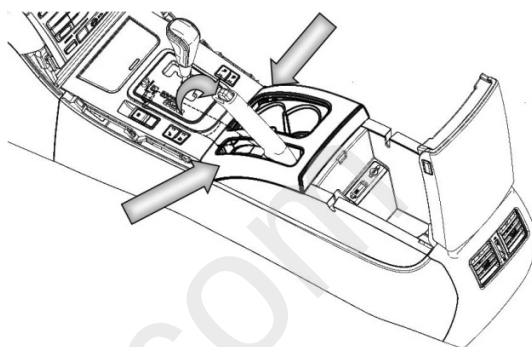
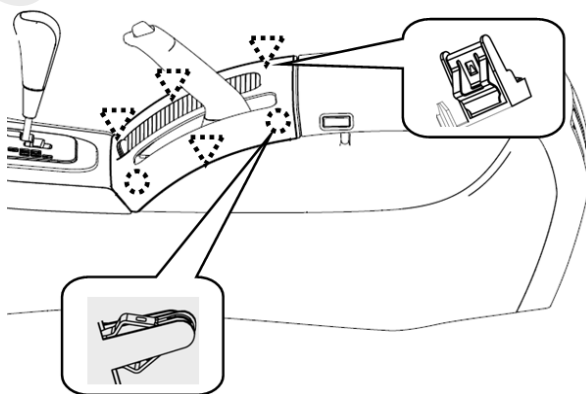

图 2.2.1 手刹护板总成拆卸方法示意
图 2.2.2 手刹护板总成结构示意图
(1) 先将手刹拉起一定高度，打开扶手，使副仪表处于如图2.2.1所示状态。
(2) 双手抓住图2.2.1箭头所示位置，将手刹护板缓慢往上拔，直至图2.2.2所示六处卡脚全部脱出。